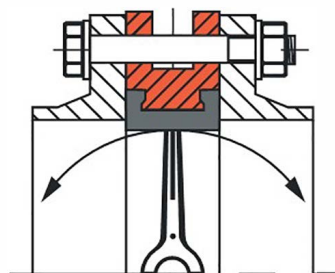

Рис. 2 (неправильно)
2) В случае использования фланцев с внутренним диаметром больше номинального диаметра затвора фланцы не будут полностью закрывать седловое уплотнение, что может привести к повреждению и деформации седлового уплотнения (рис. 2).